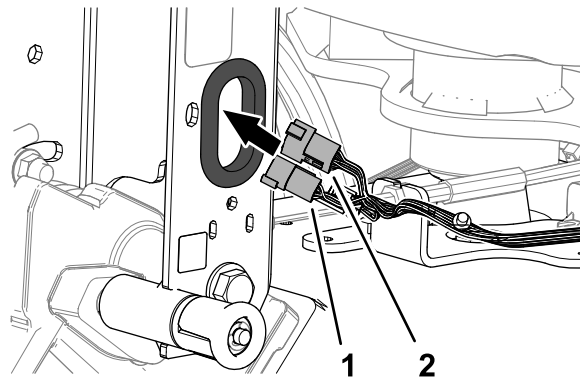

Figura 8
- Instradate il connettore a 6 pin e il connettore a 12 pin del cablaggio preassemblato della macchina attraverso la boccola nel canale della maniglia (Figura 8).